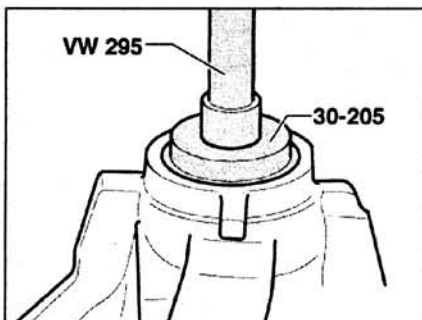

Рис. 4.89. Запрессуйте наружную обойму конического роликового подшипника (со стороны фланца).
12. Запрессуйте наружную обойму конического роликового подшипника (со стороны фланца) (рис. 4.89).